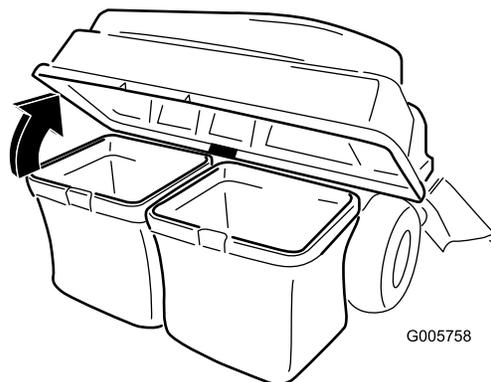

Figura 30
3. Abra (levante) la tapa del ensacador (Figura 30).